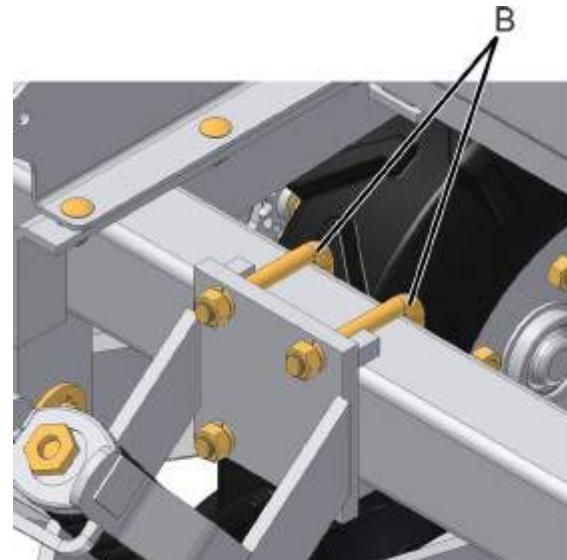

fig. 05
- 4-** Solte as duas abraçadeiras de fixação do conjunto linha sulcadora (B) (fig. 05), deixando livre em relação a estrutura do chassi. Desloque até o espaçamento pretendido;